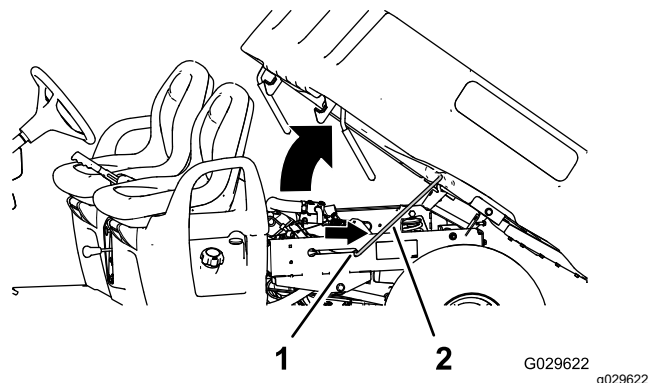

Figura 14
2. Estraete l'asta di supporto dalla fessura di arresto (Figura 14).
3. Abbassate il pianale fino a quando non si fissa saldamente in posizione (Figura 14).
2. Tirate l'asta di supporto inserendola nella fessura di arresto per fissare il pianale (Figura 14).